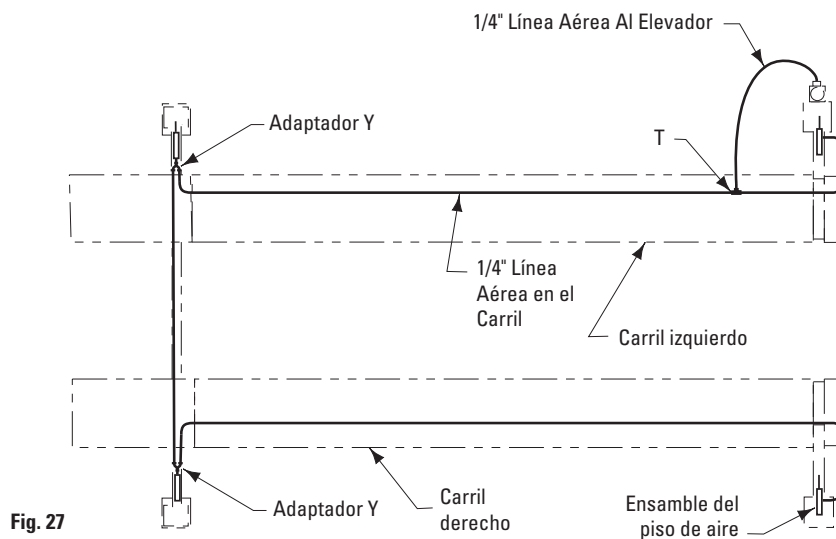

Fig. 27
- F. Coloque el adhesivo NP280 incluido ("ACCIONAR PARA LIBERAR LOS SEGUROS") en el soporte. Disponga una línea de aire de 1/4" por la ranura del carril fijo. Corte la línea de aire y conecte a la Tee en el yugo delantero, Fig. 27. Esta línea de aire es para los pasadores de cierre.
- G. Coloque una línea de aire de 1/4" desde la Tee de la ranura del carril a través del agujero en el yugo trasero hasta el cilindro neumático, Fig. 27.